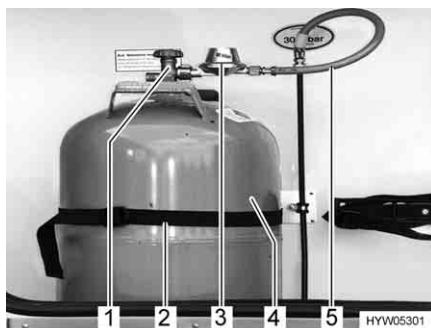

Fig. 48 Vano portabombole
- Chiudere la valvola principale di arresto (Fig. 48,1) della bombola del gas (Fig. 48,4). Osservare la direzione della freccia.
- Svitare manualmente il regolatore di pressione del gas (Fig. 48,3), con il tubo del gas (Fig. 48,5), dalla bombola del gas (filettatura sinistrorsa).
- Allentare le cinghie di fissaggio (Fig. 48,2) ed estrarre la bombola del gas.